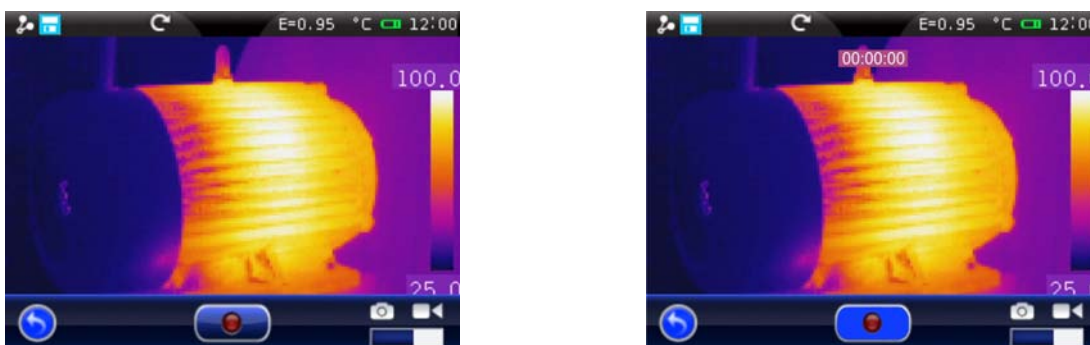

Fig. 64: Grabación video IR
1. Toque el icono “” en el menú general y desplace el icono “” hacia la derecha. Se muestra la siguiente pantalla (vea la Fig. 64 – Parte izquierda)
2. Toque el icono “” para iniciar la grabación del video IR. El icono se convierte en “” y la indicación de la duración del video en términos de “HH:MM:SS” aparece sobre la parte superior de la pantalla (vea la Fig. 64 – Parte derecha)